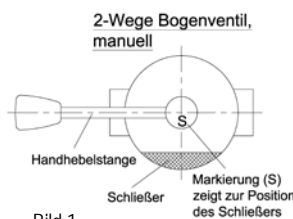

Bild 1
- Bei einem manuell betätigten 2-Wege Bogenventil zeigt eine parallele Stellung der Handhebelstange zu den Ventilausgängen an, dass das Ventil auf Durchgang geöffnet ist; die jeweilige Stellung des Schließers ist dabei an der Markierung (S) am Handhebellagerkopf zu erkennen (siehe Bild 1)